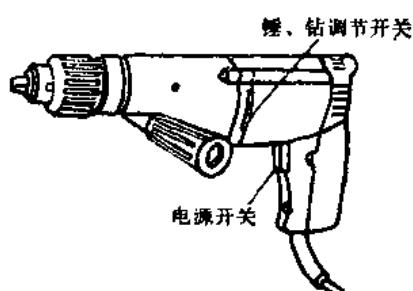

图 1-9 冲击钻
4. 冲击钻 冲击钻是电动工具，具有两种功能：一是可作为普通手提电钻使用，使用时把调节开关调到标记为“钻”的位置；另一种功能是可以用来冲打砌块和砖墙等建筑材料的木榫孔和导线穿墙孔。使用这一功能时应把调节开关调到标记为“锤”的位置。冲击钻通常可冲打直径为6~16毫米的圆孔。冲击钻的调档（钻和锤）应在停转后进行。冲击钻的外形如图1-9所示。